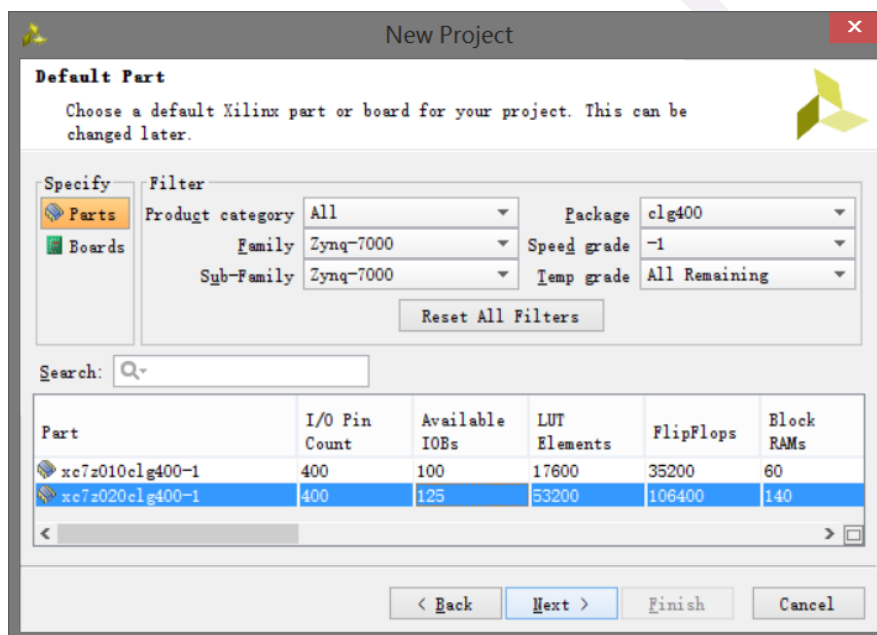

图 4-3-13 器件选型
(4) 选择项目类型表单的 RTL Project 选项,不要勾选 Do not specify sources at this time 复选框,然后单击 Next;
(5) 使用下拉按钮,选中 Verilog 作为目标文件和仿真语言;
(6) 点击添加 Add Files 按钮,浏览到刚刚我们 Robei 项目的目录下打开 Verilog 文件夹,选择 divider.v,单击 Open,然后单击 Next 去添加现有的 IP 模型;
(7) 由于我们没有任何的 IP 添加,跳过这一步,单击 Next 去添加约束形成;
(8) 点击添加 Add Files 按钮,浏览到刚刚设计的目录下找到 constrain 文件夹,选择其中的 divider_constrain.xdc 文件,单击 open 完成添加;
(9) 在默认窗口中,按照图 4-3-13 所示设置 Filer 中的选项,然后在 Parts 中选择 XC7Z010CLG400-1,单击 Next;
(10) 单击 Finish,本 Vivado 项目创建成功。